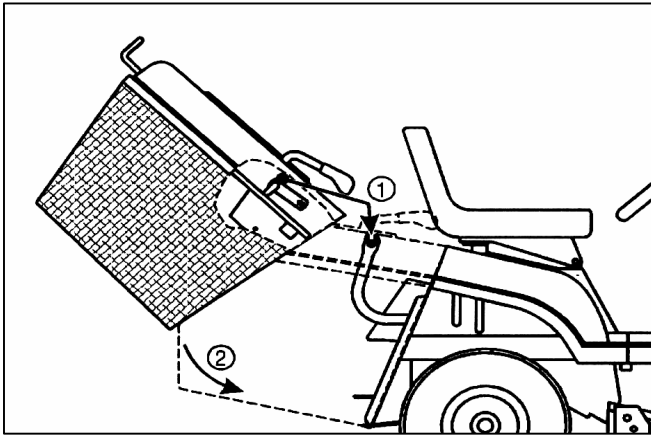

Fig. 6
### PLAATSING OPVANGBAK OP DE TRAKTOR (fig. 6)
1. Neem de bak vast met beide handen en geef hem ongeveer een hoek van 40° (fig.6).